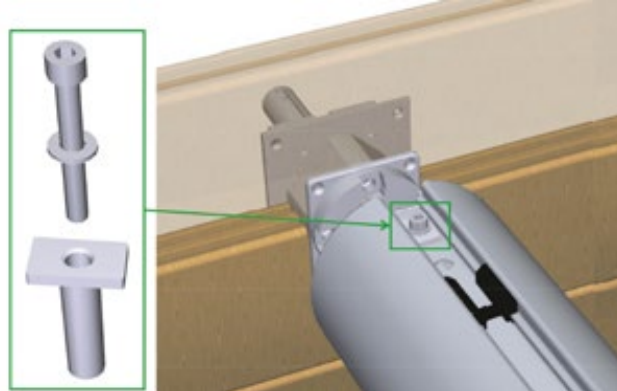

Figure 41 – Verrouillage de l'arbre dans l'axe de couverture automatique
Verrouillez l'arbre dans l'axe (*Figure 41*) à l'aide d'une canule en plastique, d'une rondelle de 8 mm de diamètre et d'une vis à tête cylindrique à 6 pans 8 × 65 en inox A4 (fournies avec l'axe de couverture automatique).
- Montez les deux équerres de support de parois de séparation (12) sur les platines (5) par le biais de quatre écrous (14) et quatre rondelles (13) de diamètre 8 mm en inox A4. Veillez à ce que les avancées sur lesquelles sont présents les trous oblongs sur les équerres (12) soient situées du côté opposé au skimmer et à l'axe de couverture automatique (voir zoom sur les équerres de support de parois de séparation (12) à la figure 41).
- Insérez les blocs en polyamide (2) de part et d'autre de la poutre (1) à l'aide d'un maillet, en veillant à ce que les inserts en laiton dont sont équipés les blocs de polyamide soient placés vers l'intérieur de la poutre.
- Installez la poutre sur le bassin, en face des platines de poutre (5), jusqu'à faire correspondre les perçages des blocs de polyamide avec ceux des platines (5) et des contre-platines (8). Fixez la poutre par l'extérieur du bassin grâce à quatre vis (9) à tête hexagonale 8 × 120 en inox A2.